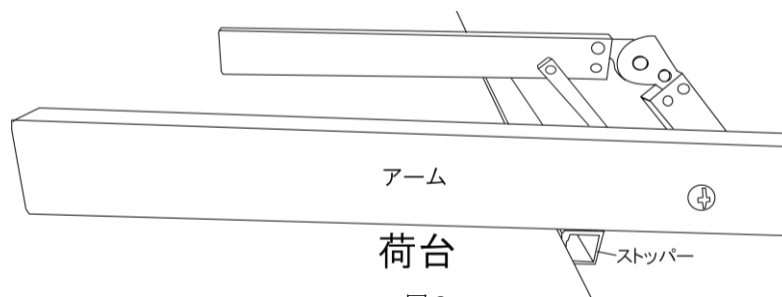
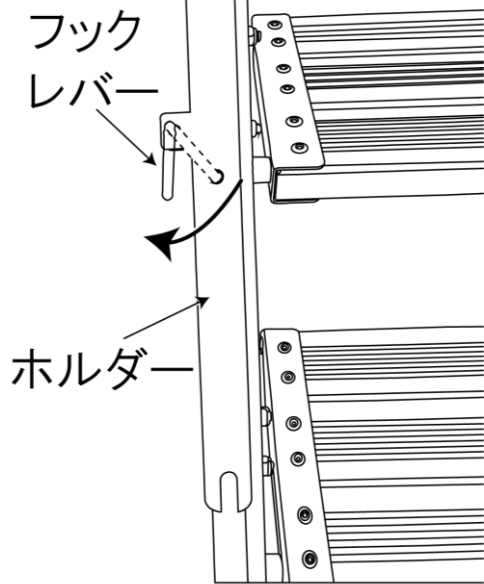
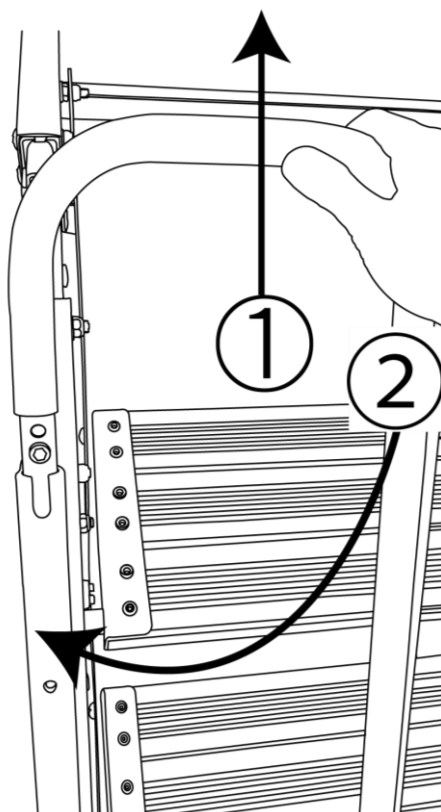
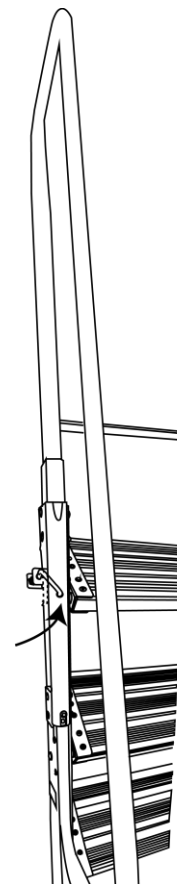

図 3
図4
図5
図6
- ②アームをトラックの荷台やあおりなどに掛け、ストッパーをトラックの荷台やあおりの角に当ててください（図3参考）。
- ③アームとトラックの荷台が平行になるように、滑り止め端具の位置とアームの角度を調整してください。
- ④フックレバーをホルダーから引き抜き（図4参考）、手すりを上にスライドして（図5の①参考）から90°回転させて、手すりを立ててください（図5の②参考）。その状態で手すりを一番上まで上げ、手すりとホルダーの穴の位置を合わせ、フックレバーをホルダーの穴に差し込み、手すりを固定してください（図6参考）。
- ⑤逆側の手すりも同様の手順で固定してください。
- ⑥本体と手すりがしっかり固定されていることを確認の上、慎重に昇り降りしてください。